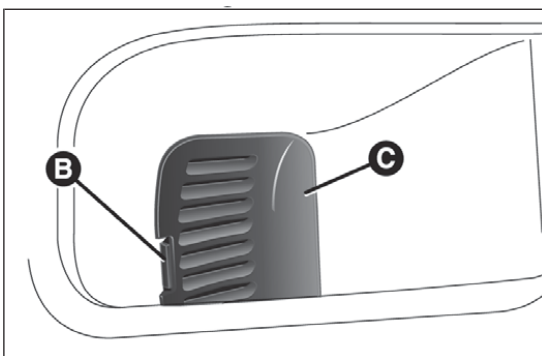

Abb. 183
- Über die Lasche B Abb. 183 den Schutzdeckel C (auf der Seite im Kofferraum) entfernen;